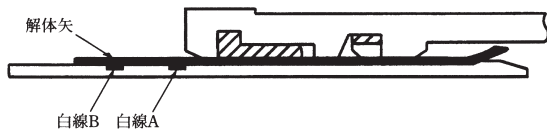
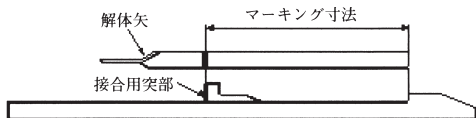

図85 解体矢の挿入が異常な状態
図86 解体矢のマーキング位置
- (3) この時、図85のように①挿入が足りない状態、②挿入し過ぎた状態では解体できない。解体矢には図86に示すようにマーキングし、マーキングが白線位置と一致するまで解体矢を打ち込み、図84の正常な状態となるようにする。